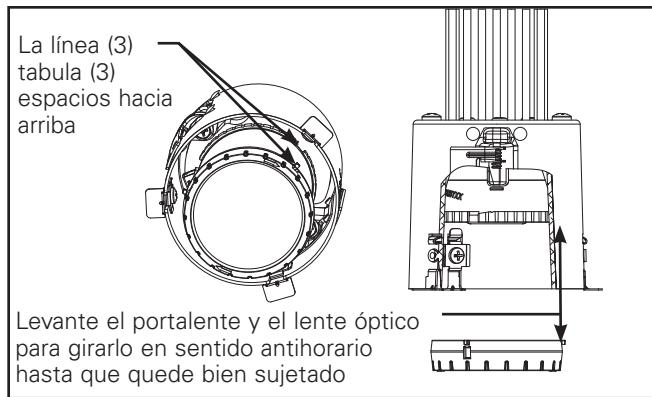

Figura 6
- Si desea un lente de enfoque suave, use el kit de accesorios incluido, refiérase a la figura 6 para la instalación.